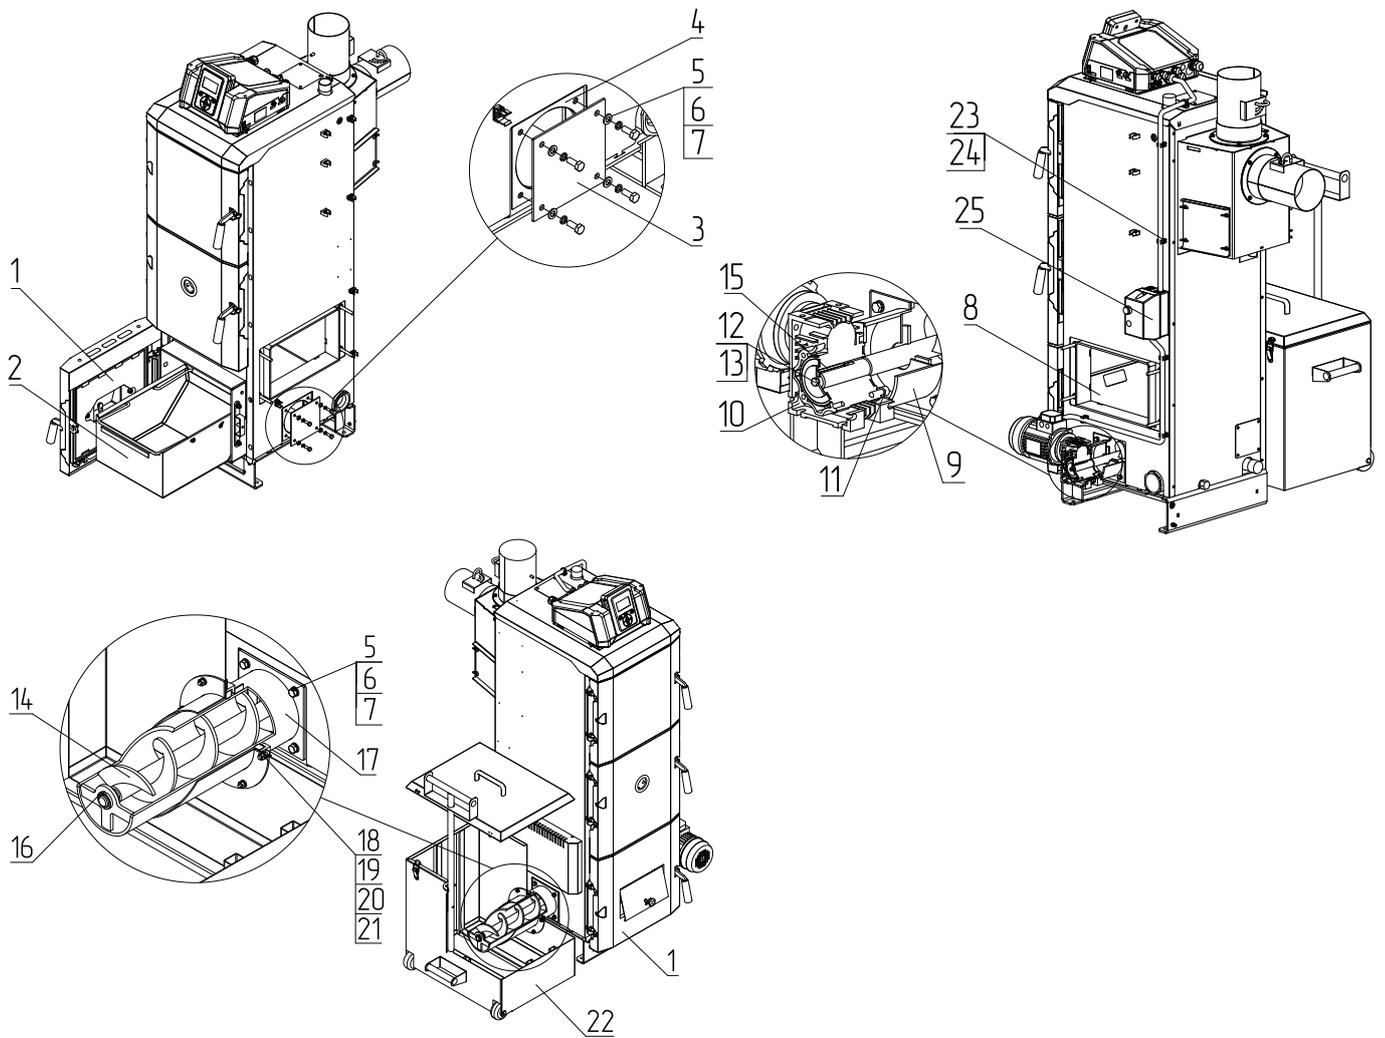

Рис.14 Монтаж золоудаления котла ZOTA Stahanov 16-65 кВт кВт
1. Откройте зольную дверцу (**Рис.14, 15, поз.1**);
2. Извлеките зольный ящик (**Рис.14, 15, поз.2**). В котлах ZOTA Stahanov 85-135 кВт зольных ящиков 2;
3. Снимите заглушки золоудаления (**Рис.14, 15, поз.3**), выкрутив болты М8х20 (**Рис.14, 15, поз.5**).
4. Установите скаты золоудаления (**Рис.14, 15, поз.8**);
5. Установите шнек (**Рис.14, 15, поз.14**);
6. Соберите фланец (**Рис.14, 15, поз.9**) с мотор-редуктором (**Рис.14, 15, поз.10**) винтами М8х20 (**Рис.14, 15, поз.11**);
7. Установите шпонку (**Рис.14, 15, поз.15**);
8. Зафиксируйте шпонку болтом и шайбой фиксирующей (**Рис.14, 15, поз.12, 13**);
9. Установите собранный элемент механизма золоудаления через прокладку (**Рис.14, 15, поз.4**) и зафиксируйте болтами М8х20, шайбами и шайбами пружинными (**Рис.14, 15, поз.5, 6, 7**), как показано на **рисунке 13**;
- Установите на противоположную сторону, вместо заглушки (**Рис.14, 15, поз.3**), патрубок (**Рис.14, 15, поз.17**), зафиксировав его болтами М8х20, шайбами и шайбами пружинными (**Рис.14, 15, поз.5, 6, 7**);
10. Установить внешний зольный ящик (**Рис.14, 15, поз.22**);
11. Закрепите хомут-клипсы на боковой стенке котла с помощью саморезов (**Рис.14, поз.24**);
12. Установите щит золоудаления (**Рис.14, 15, поз.25**) на боковую стенку корпуса котла;
14. Закрепите гофрошланги от щита с помощью хомут-клипс (**Рис.14, 15, поз.23**);
15. Подключите шнур управления от щита управления (**Рис.14, 15, поз.25**) к разъему контроллера (см. паспорт и инструкцию по эксплуатации контроллеров ZOTA серии R-Line 230SFA и I-Line 223SFA);